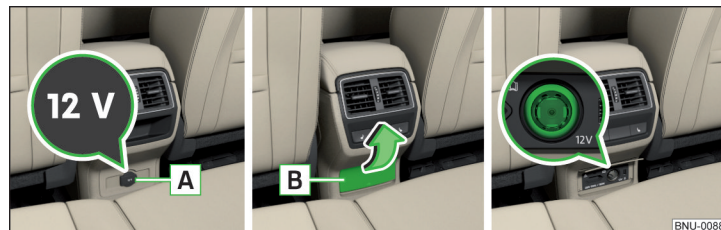

Fig. 127 Capacul prizei de 12 V/deschiderea capacului prizei de 12 V
- Pentru **utilizare**, deschideți capacul **A**, resp. capacul **B** în sensul săgeții » fig. 127.